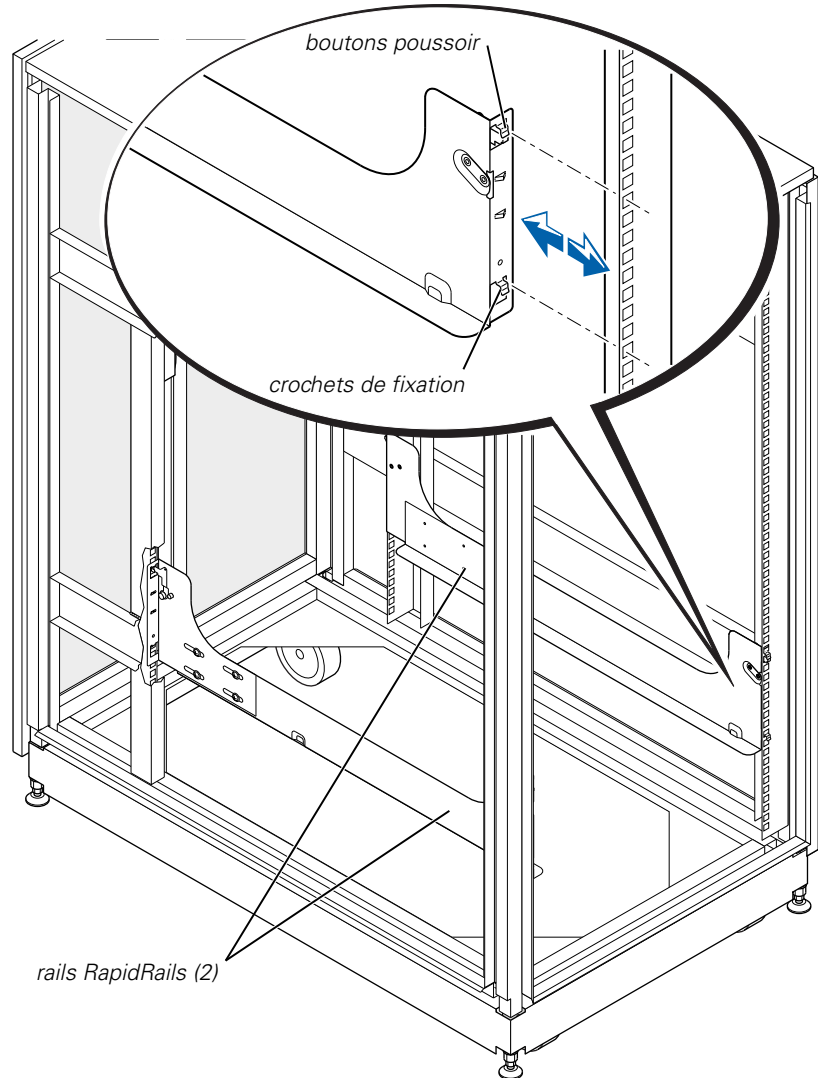

Figure 2-4. Installation des rails RapidRails
1. Faites glisser la bride de fixation arrière vers le centre des axes coulissants afin de réduire légèrement la longueur totale des axes (voir Figure 2-4).